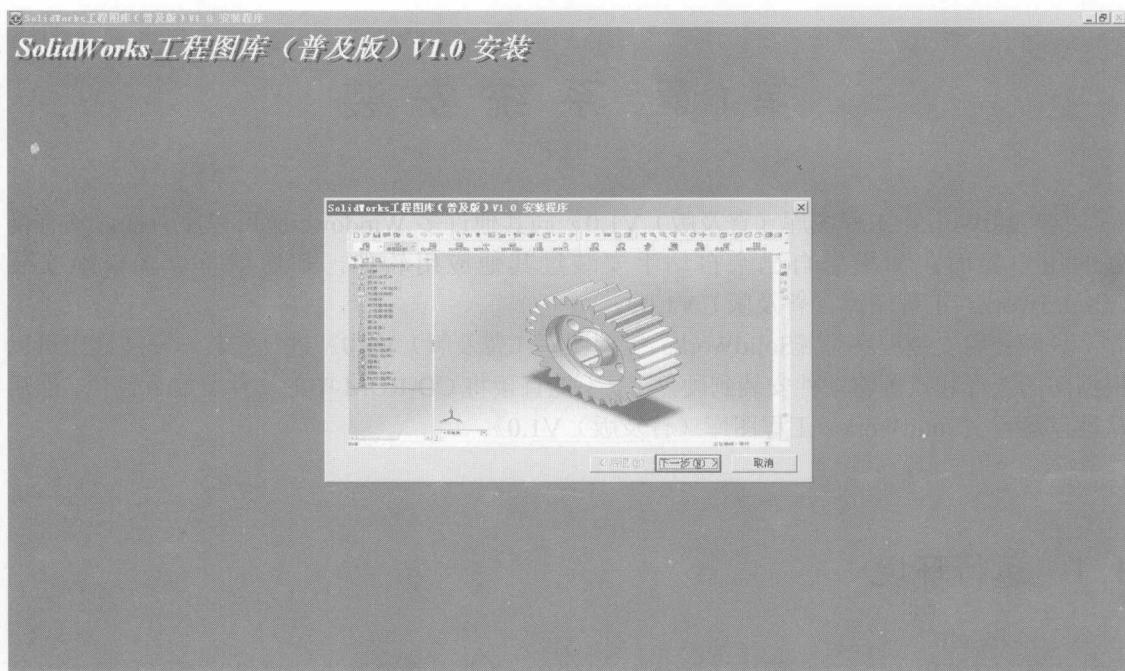

图 1-1 安装程序界面
(1) 在 CD-ROM 驱动器中放入《SolidWorks 工程图库（普及版）V1.0》安装盘。
(2) 如果系统没有自动进入安装程序，请双击安装盘中的安装程序“SolidWorks 工程图库（普及版）V1.0.exe”，用户首先看到的是安装程序界面，如图 1-1 所示。